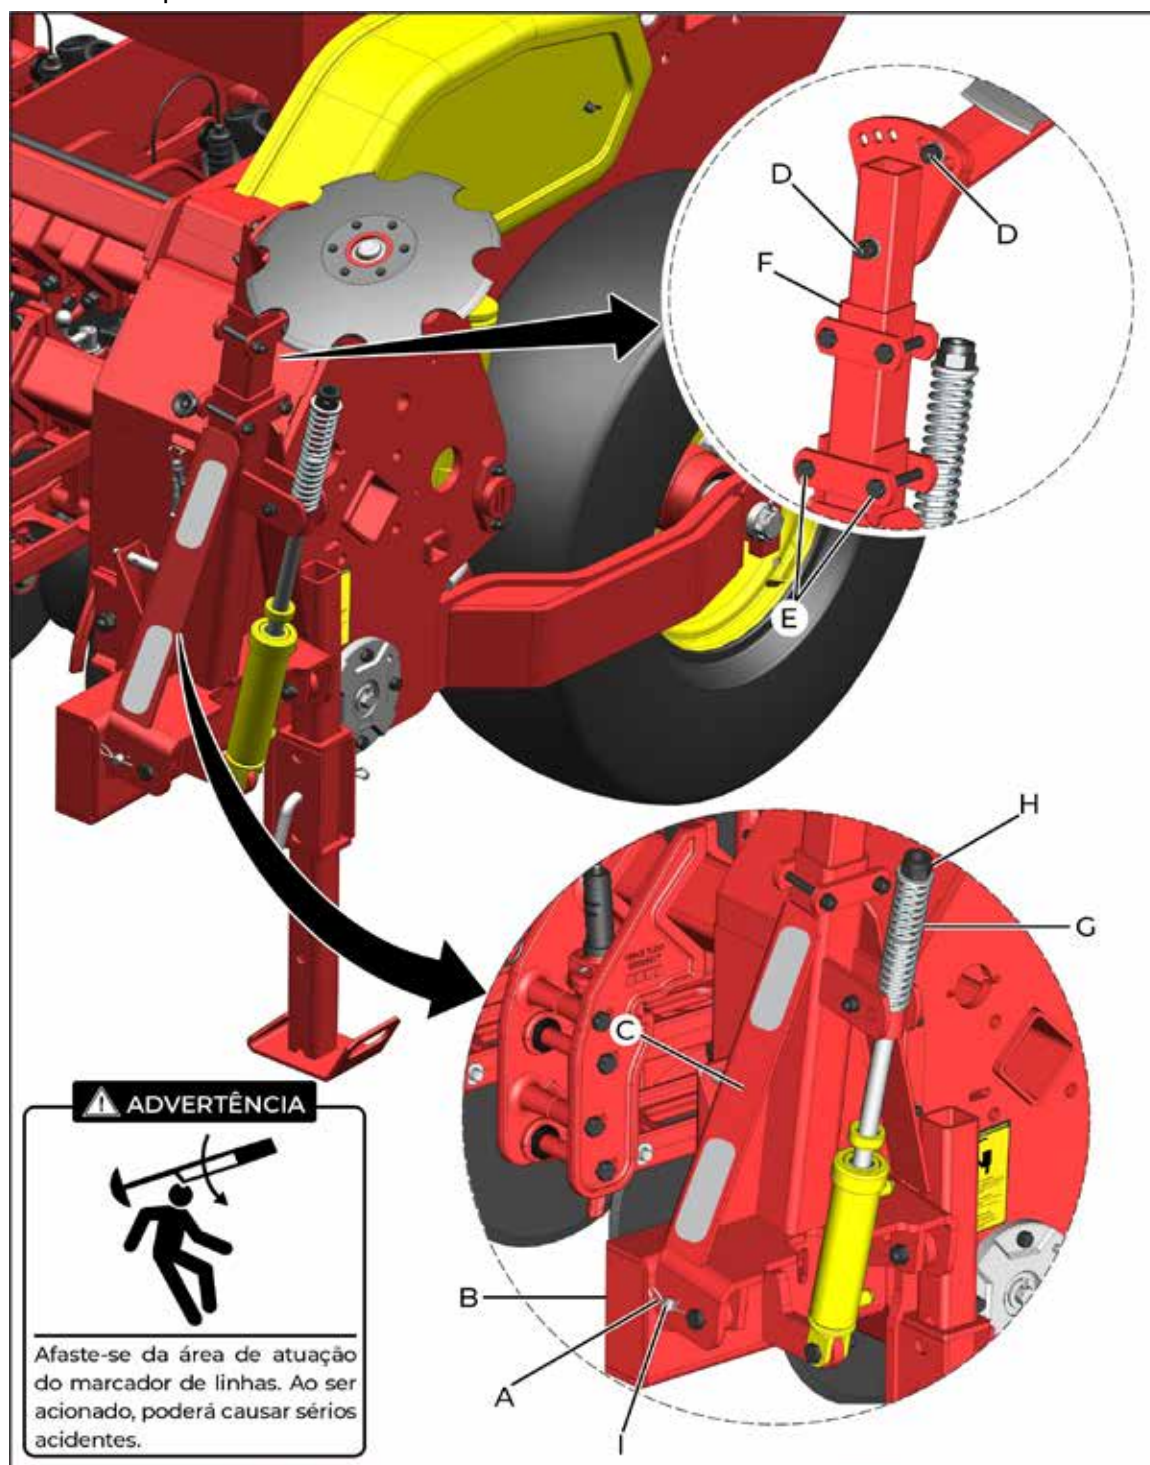

fig. 33
Ao iniciar a operação de plantio, retire o pino trava (A) e o pino (I) (fig. 33), do marcador (B), liberando do suporte (C).